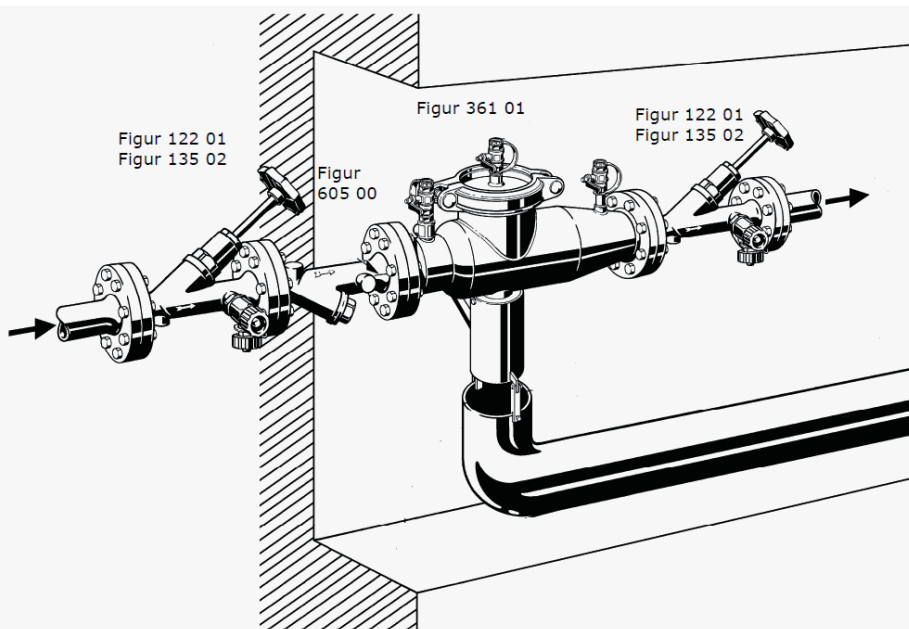

Abbildung 2: Einbaubeispiel
- 3.** Bauen Sie den Systemtrenner wie in Abbildung 2 ein.